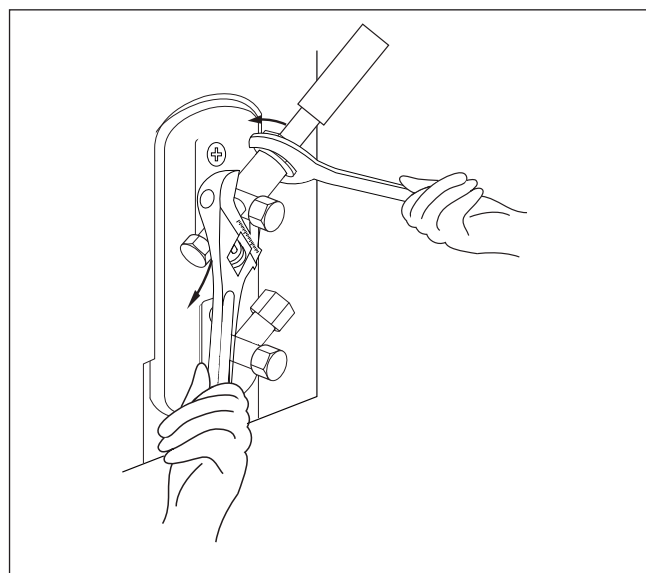

Fig. 37.
4. Avec une clé de serrage, saisir le corps de la vanne. Ne pas saisir l'écrou qui scelle la vanne d'isolement. (voir **fig. 37**)